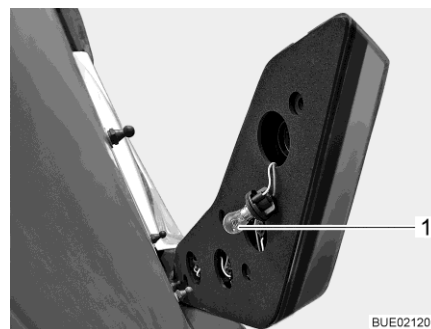

Fig. 292 Luce posteriore
- Accedere al foro dalla parte posteriore dell'involucro. Ruotare e sfilare la cornice (Fig. 292,1) (chiusura a baionetta). Come esempio in figura è illustrata la luce freno.